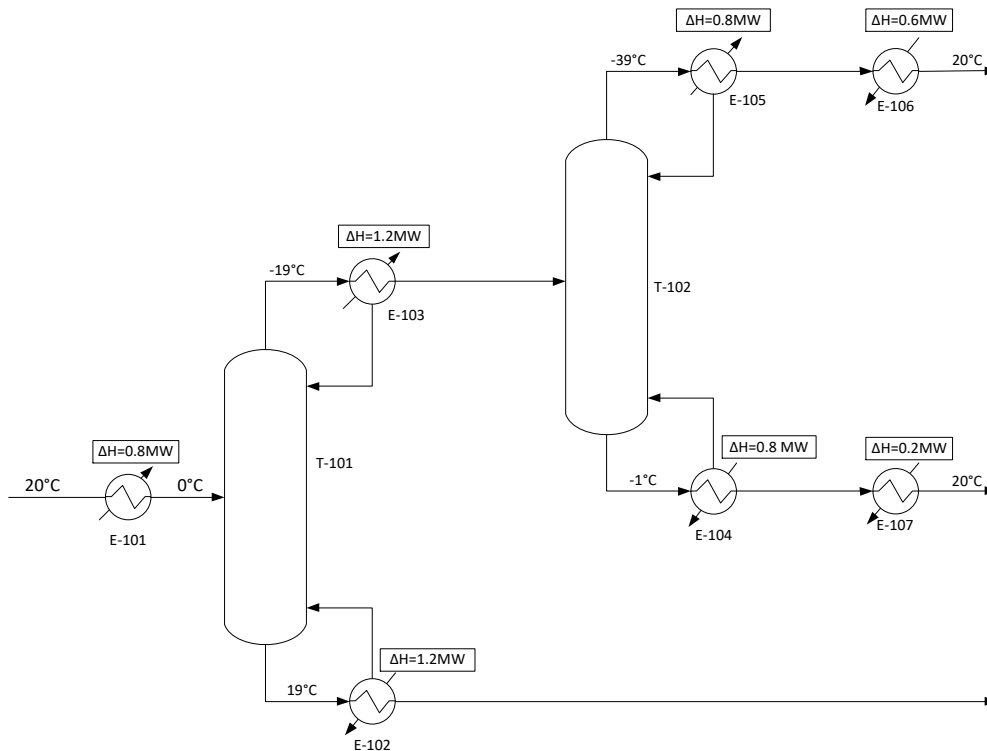

Figura 1. Proceso de destilación a baja temperaturas.
- 2 El flowsheet para un proceso de destilación a bajas temperaturas es mostrado en la Figura 1.